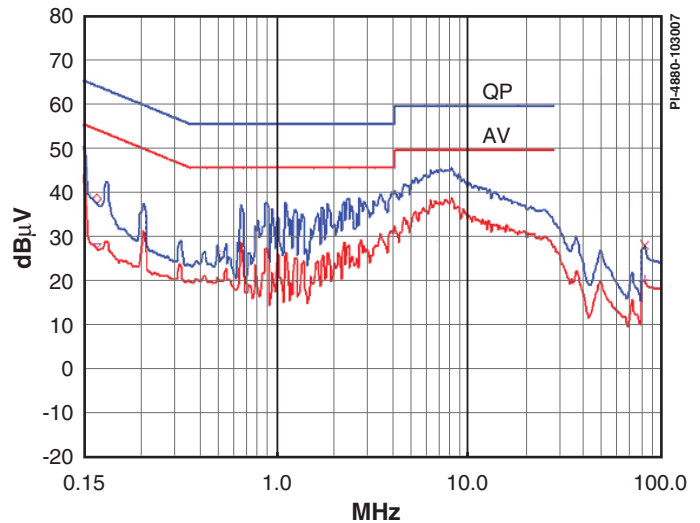

图3. 在230 VAC交流输入且输出端接地时测得的最差情况下的传导EMI
- 符合CISPR-22/EN55022 B传导EMI限制，EMI裕量大于10 dBμV（见图3）